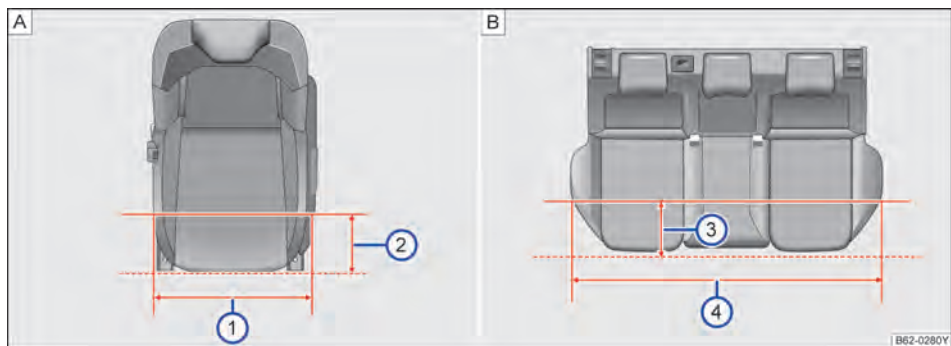

图 63 座椅座宽
如图→图 63 [A] 在距离前排座椅边缘 200mm 时→图 63 [A] ②，前排座椅座垫宽度为 494.6mm→图 63 [A] ①。
如图→图 63 [B] 在距离后排座椅边缘 200mm 时→图 63 [B] ③，后排座椅座垫宽度为 1241.3mm→图 63 [B] ④。